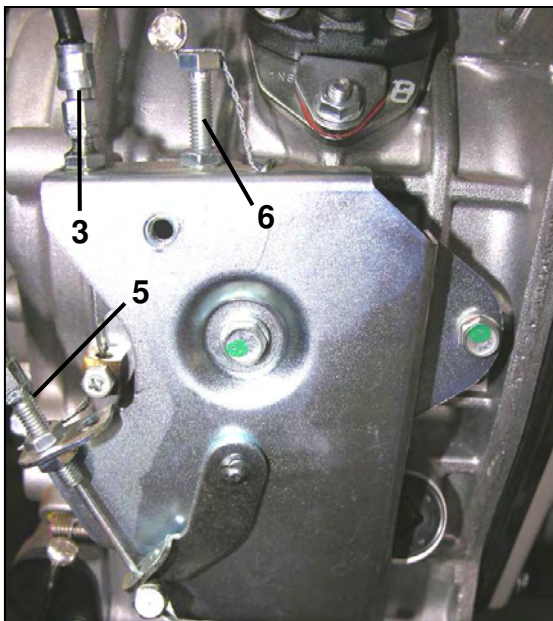

fig.6/3
- 6 - Réglage tours moteur (fig.6/3) (voir manuel spécifique du moteur)